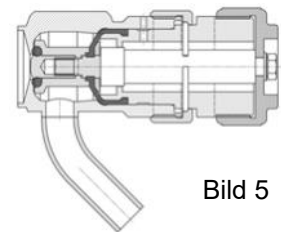

Bild 5
- Manuelle Betätigung mit Handrad (Bild 5)